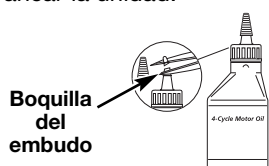

Fig. 7
Su unidad trae una botella de aceite SAE 30 SF, SG, SH de 90 ml (3,04 onzas fluidas) (Fig. 7).
1. Desenrosque la tapa de la botella de aceite y retire el sello de papel que cubre la apertura. Vuelva a colocar la tapa. Corte la punta de la boquilla del embudo (Fig. 7).